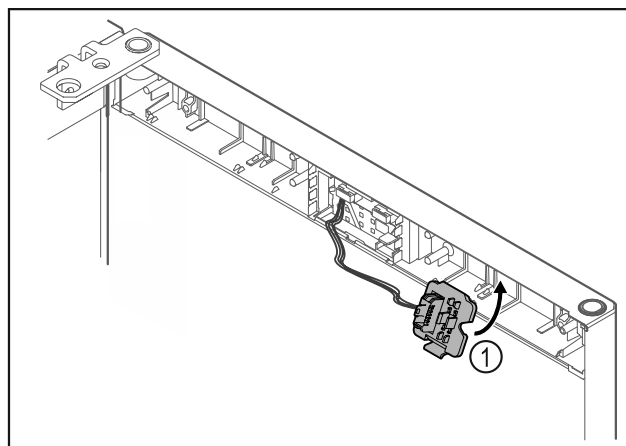

Fig. 25
- ▶ Držalo vtiča Fig. 25 (1) pritrdite na nasprotno stran.